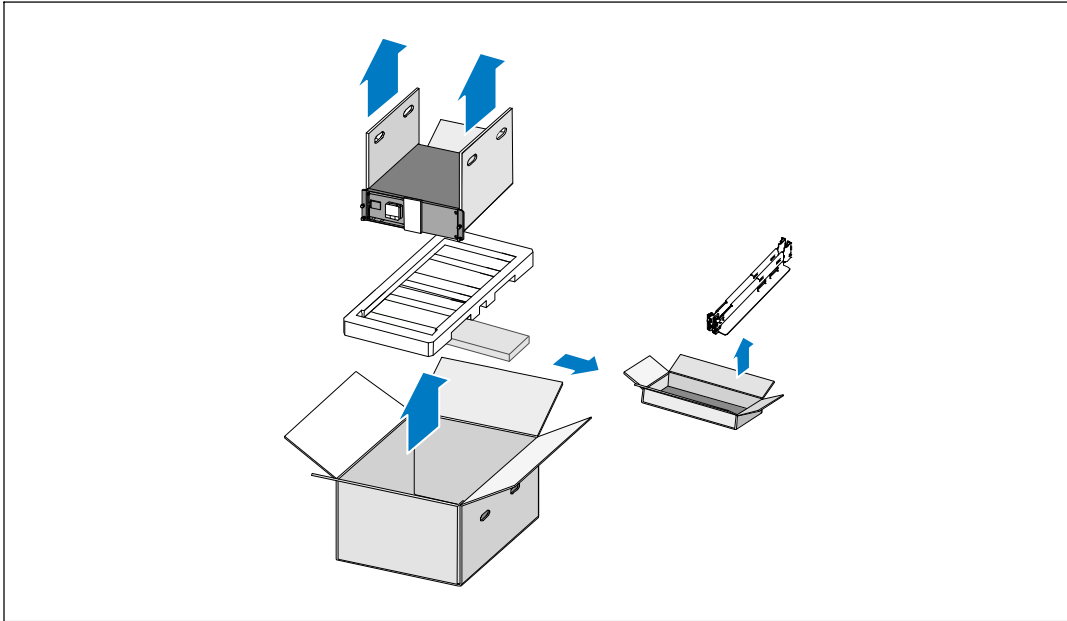

Abbildung 3. Entfernen von Gehäuse und Schienensatz
- 2 Heben Sie das Gehäuse mit einer Person auf jeder Seite mit den Griffen vorsichtig aus dem äußeren Karton heraus und setzen Sie es auf einer flachen, stabilen Unterlage ab (siehe Abbildung 3).